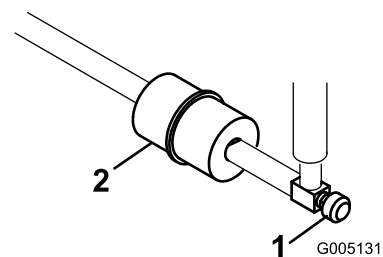

图 36
管线式燃油滤清器位于油箱与化油器之间的燃油管内图 36。
1. 关闭燃油切断油阀图 36。
2. 将放油盘放到滤清器下方拧松滤清器化油器侧的软管夹然后从滤清器中取出燃油管线图 36。
3. 松开另一个软管夹然后取下滤清器图 36。